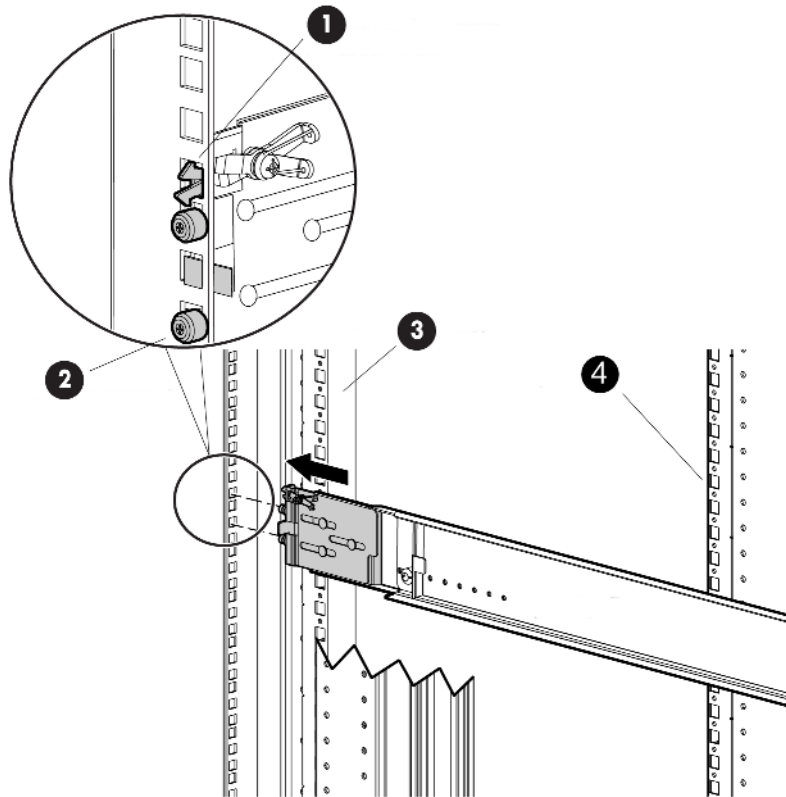

Abbildung 5 Anbringen der hinteren Schiene
1. Drücken Sie die scherenartige Verriegelung an der Rückseite der Schiene zusammen (1, Abbildung 5), um die Schiene und die Stifte durch die Rack-Bohrungen zu schieben (2), bis die Verriegelung einrastet.